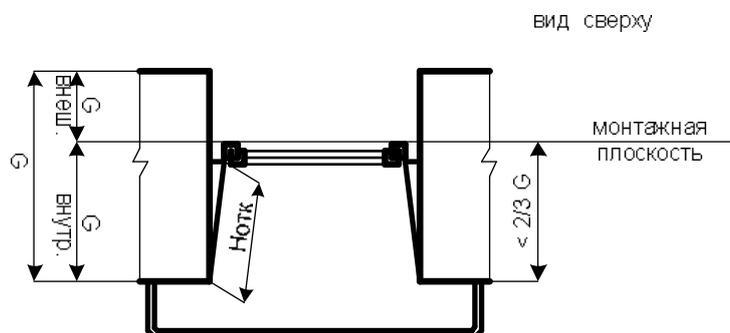

Рис. 10.
12. Назначьте ширину внутренних откосов, Нотк (рис. 10).